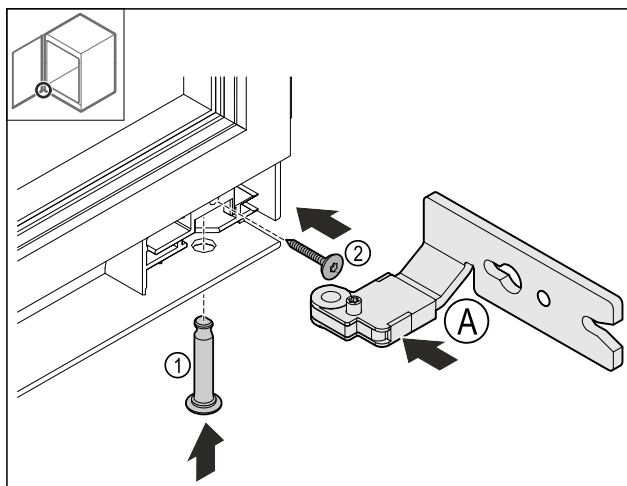

Fig. 27
- Inserire la cerniera inferiore Fig. 27 (A).
- Inserire i bulloni e Fig. 27 (1) fissarli.
- Stringere le viti Fig. 27 (2) tramite rotazione.